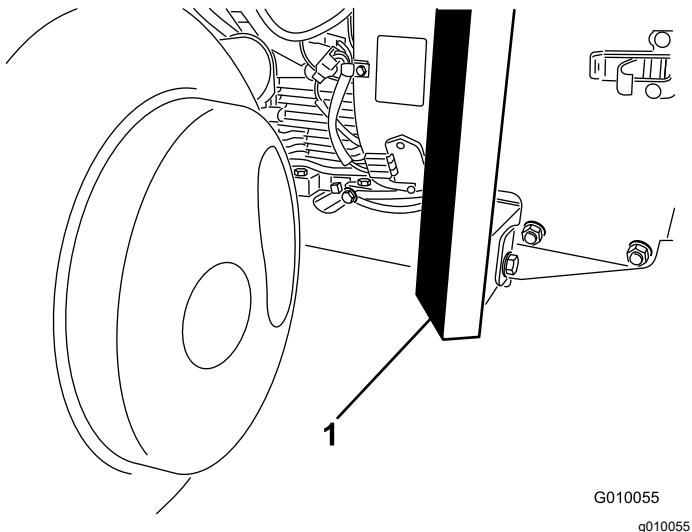

Figura 37
- Coloque el gato firmemente debajo de la parte delantera del bastidor (Figura 37).